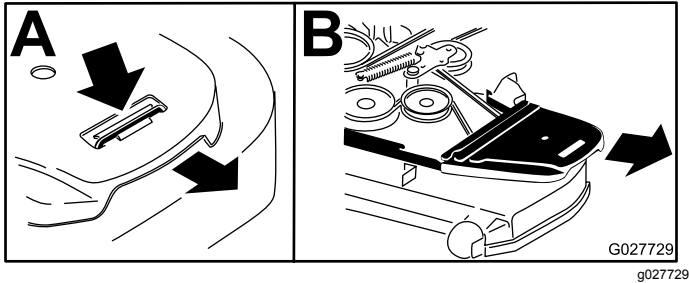

Figura 78
5. Retire la cubierta de plástico de la correa (Figura 78).
4. Retire las cubiertas de la correa (Figura 78).